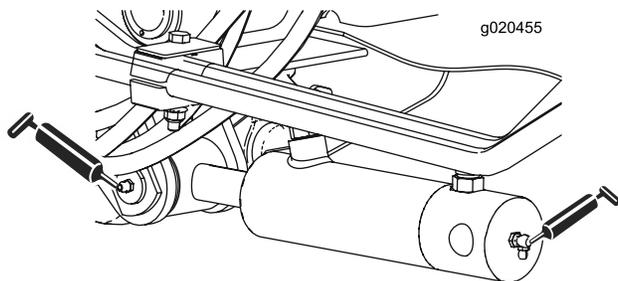

Figura 39
- 2 (su ciascun lato) boccole orientabili del cilindro del braccio di sollevamento (Figura 39)